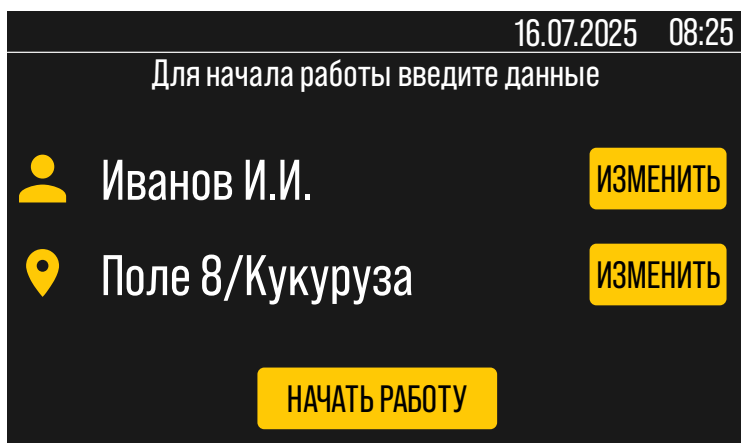

Рис.6. Стартовый экран
1. На стартовом экране (**Рис.6**) введите данные для начала работы:
1. На стартовом экране (**Рис.6**) введите любые данные с помощью кнопок «**Изменить**» в строках пользователя и поля.